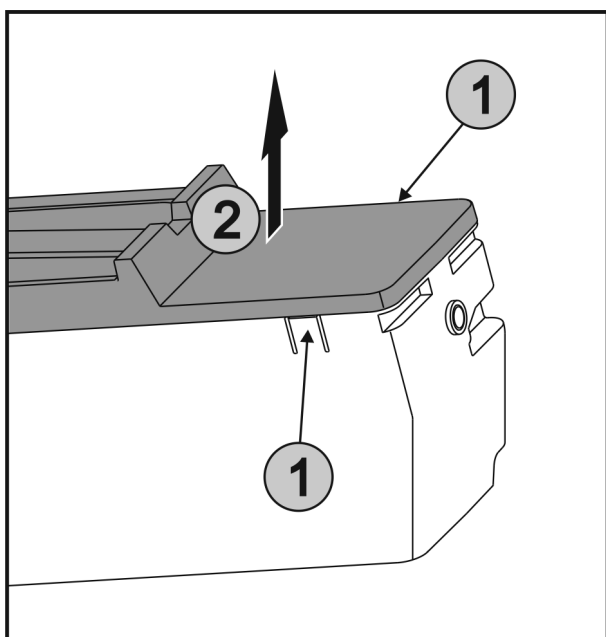

Fig. 30
- ▶ Одновременно нажать на накладки Fig. 30 (1) на обеих сторонах EasyTwist-Ice и снять крышку Fig. 30 (2) движением вверх.